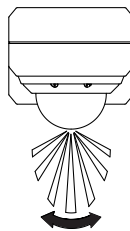

Fig. 1B
- El área de control del detector de movimiento puede variar ligeramente en función de la altura y el lugar de montaje, así como de la temperatura ambiente. Antes de decidir el lugar de instalación del detector de movimiento, asegúrese de que el sensor reacciona con más facilidad a los movimientos que tienen lugar transversalmente al área de control (véase la fig. 1B) que a los movimientos directos de acercamiento o alejamiento del sensor (véase la fig. 1C).